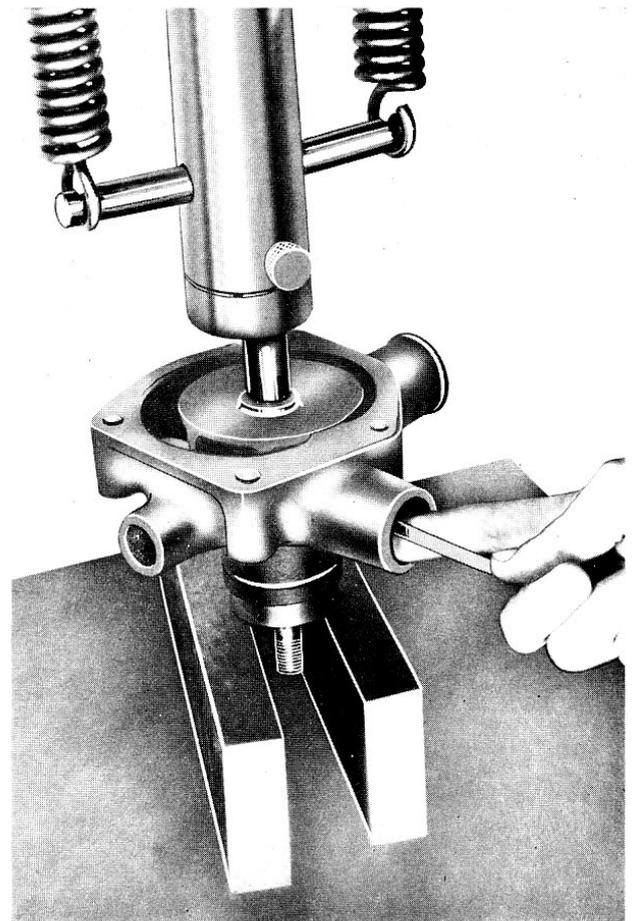

Fig. 8
- 9° Retourner la pompe à eau sous la presse, engager l'arbre et sa turbine dans la pompe et, à l'aide d'une presse, terminer la mise en place (fig. 8).
- a) Pendant cette dernière opération, glisser entre turbine et corps de pompe une jauge d'épaisseur de 0,45 mm (jeu tolérance : 0,40 à 0,50 mm) (fig. 8).